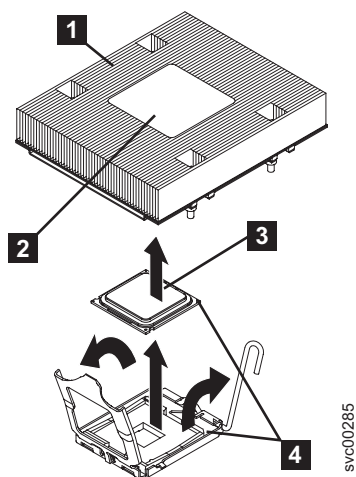

図 248. マイクロプロセッサからヒートシンクを取り外す
3. ヒートシンク（図 248 の **1**）を取り外します。ヒートシンクの片側にある 2 つの拘束ねじを十分緩めてから、他方の 2 つの拘束ねじを緩めます。（これは、ヒートシンクとマイクロプロセッサの接着を切り離すのに役立ちます。）拘束ねじを緩めた後でヒートシンクを取り外します。